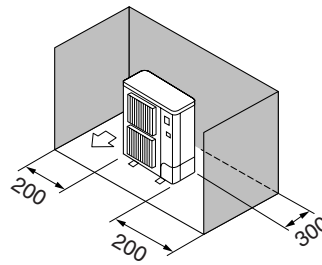

Fig. 2-4
- ③ Obstáculos apenas na parte de trás e nos lados (Fig. 2-4)